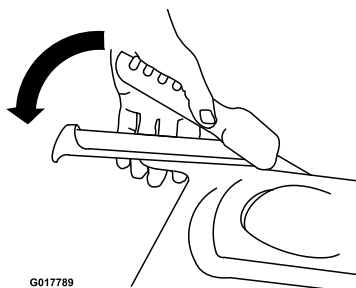

Figura 12
- Apriete lentamente la palanca de tracción izquierda hacia la empuñadura (Figura 12).